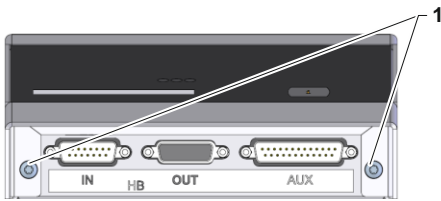

Abb. 6: Frontseite Auswerteeinheit
- Schrauben (Kennzeichnung 1 → Abb. 6) montieren.